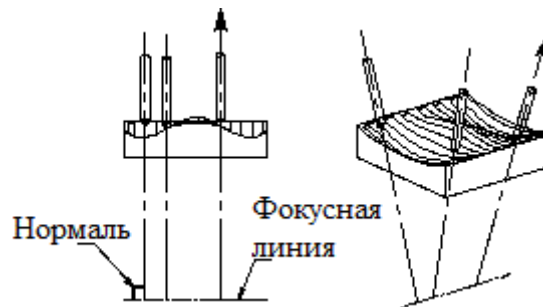

Рис. 1.25. Направление вектора оси инструмента от прямой
- **От прямой** (*Away From Line*) – позволяет определить переменную ось инструмента, которая расходится от фокальной прямой. Вектор оси инструмента начинается на заданной фокальной прямой и направлен на держатель инструмента (см. рис. 1.25).